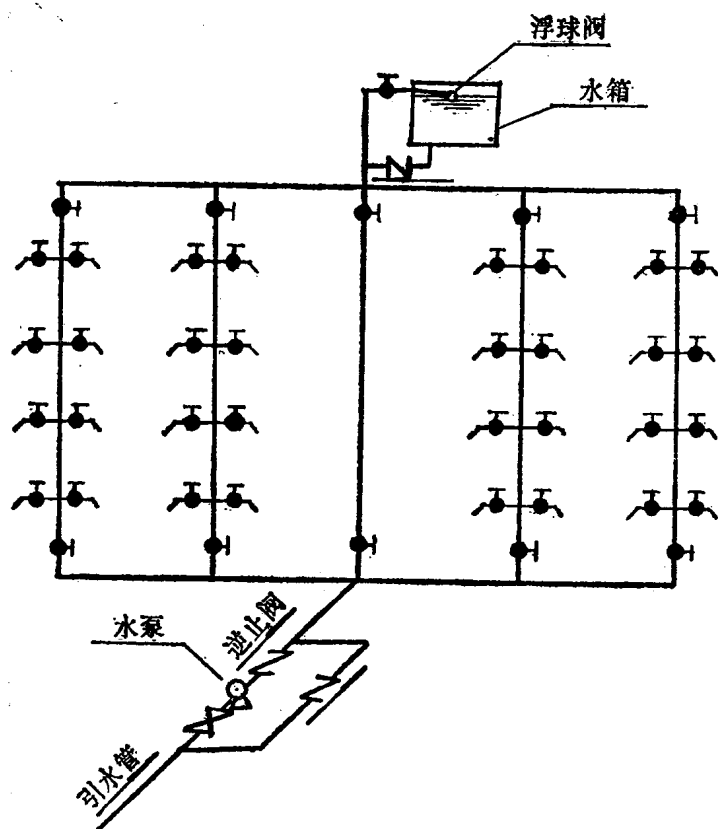

图4 设有水箱水泵的给水系统
3. 设有水泵及水箱的给水方式 在室外给水管网的水压经常低于室内给水设备的需要而供水又不均匀时, 必须采用水泵加压, 并且为使水泵经常处于正常运行状态, 常常附设水箱调节储存。这种供水又称为环状式供水, 见图4。